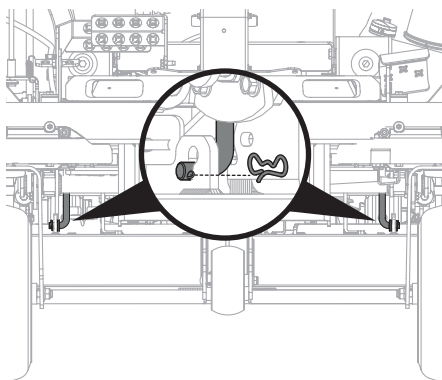

Figura 43
6. Extraiga los dos pasadores con unión curva de las varillas de la plataforma que sujetan los soportes del varillaje de elevación centrales delanteros a los soportes de elevación centrales delanteros de la plataforma y tire del extremo delantero de las varillas fuera de su lugar (Figura 43).